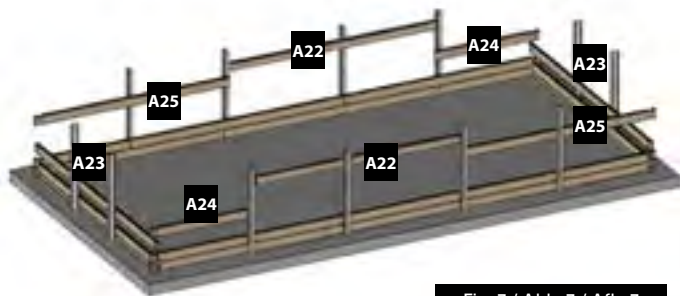

Fig. 7 / Abb. 7 / Afb. 7
- EN 3rd LAYER OF BOARDS:** Install the third layer of boards as shown in figure 7. The position of the refilling fitting with the key and the skimmer should be defined at the start of the assembly (read the specific paragraphs).
- FR 3ÈME RANGÉE MADRIERS :** Positionnez les madriers de la 3ème rangée conformément à la figure 7. Vous devez avoir déterminé l'emplacement de la buse de refoulement et du skimmer dès le début du montage (voir paragraphes spécifiques).
- DE 3. BRETTERREIHE:** Platzieren Sie die Bretter der dritten Reihe laut Abb. 7. Zu Beginn der Montage müssen Sie die Lage des Druckventils und des Skimmers festlegen (lesen Sie hierzu die entsprechenden Abschnitte).
- NL 3ª RIJ PLANKEN:** Plaats de planken van de derde rij zoals te zien is op afbeelding 7. U moet al bij aanvang van de montage bepalen op welke plaats het uitstroombondstuk en de skimmer moet komen (less de betreffende paragrafen).